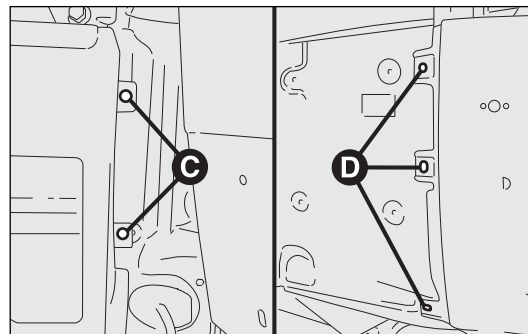

fig. 199
- quitar las dos fijaciones C-fig. 199 del lado de la puerta trasera, a las que se accede abriendo un poco la puerta;
- desatornillar las tres fijaciones laterales D del lateral, a las que se accede retirando la moldura lateral fig. 199. Para desmontar la moldura hay que quitar los tres tornillos autorroscantes inferiores y soltar con cuidado los pasadores para evitar que se rompan. Si se rompiera alguno de los pasadores, debería sustituirse;